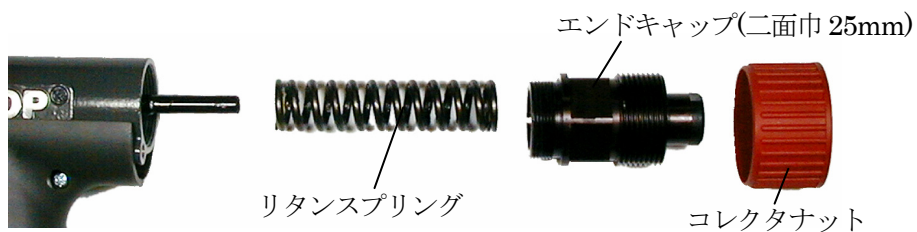

図7-6
- （3）コレクタナットを外し、エンドキャップをレンチで外してください。（図7-6）